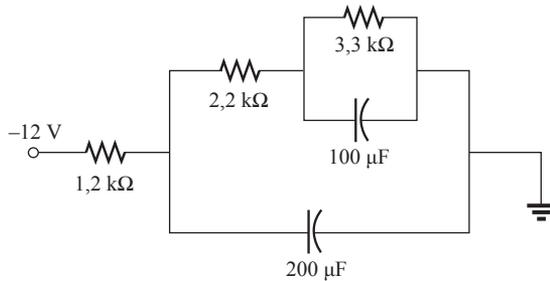

Figura 10.124 Problema 55.
- *55. Para o circuito na Figura 10.124, determine a energia armazenada em cada capacitor sob as condições do estado estacionário.